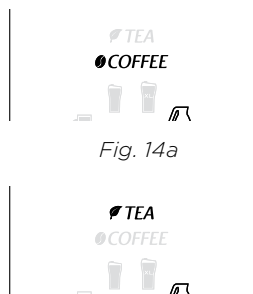

Fig. 14a
- 2 Fermez le panier à infusion en vous assurant qu'il soit solidement en place. Le panneau de commande affichera les réglages COFFEE (café) (fig. 14a) ou TEA (thé) (fig. 14b) selon le porte-filtre inséré.
- Fermez le panier à infusion en vous assurant qu'il est bien fixé. Le panneau de commande affichera les réglages COFFEE (café) (fig. 14a) ou TEA (thé) (fig. 14b) selon le porte-filtre inséré.